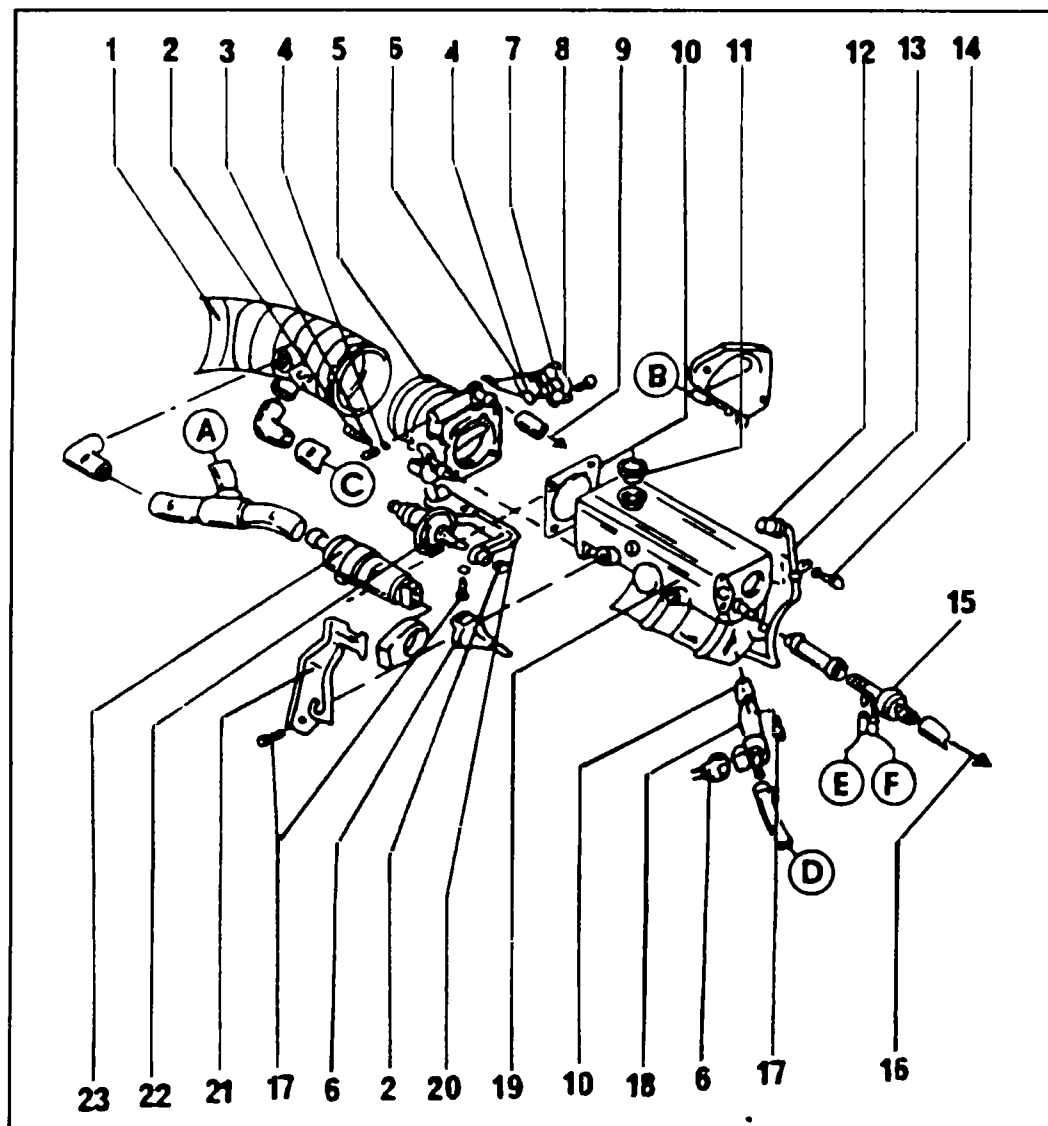
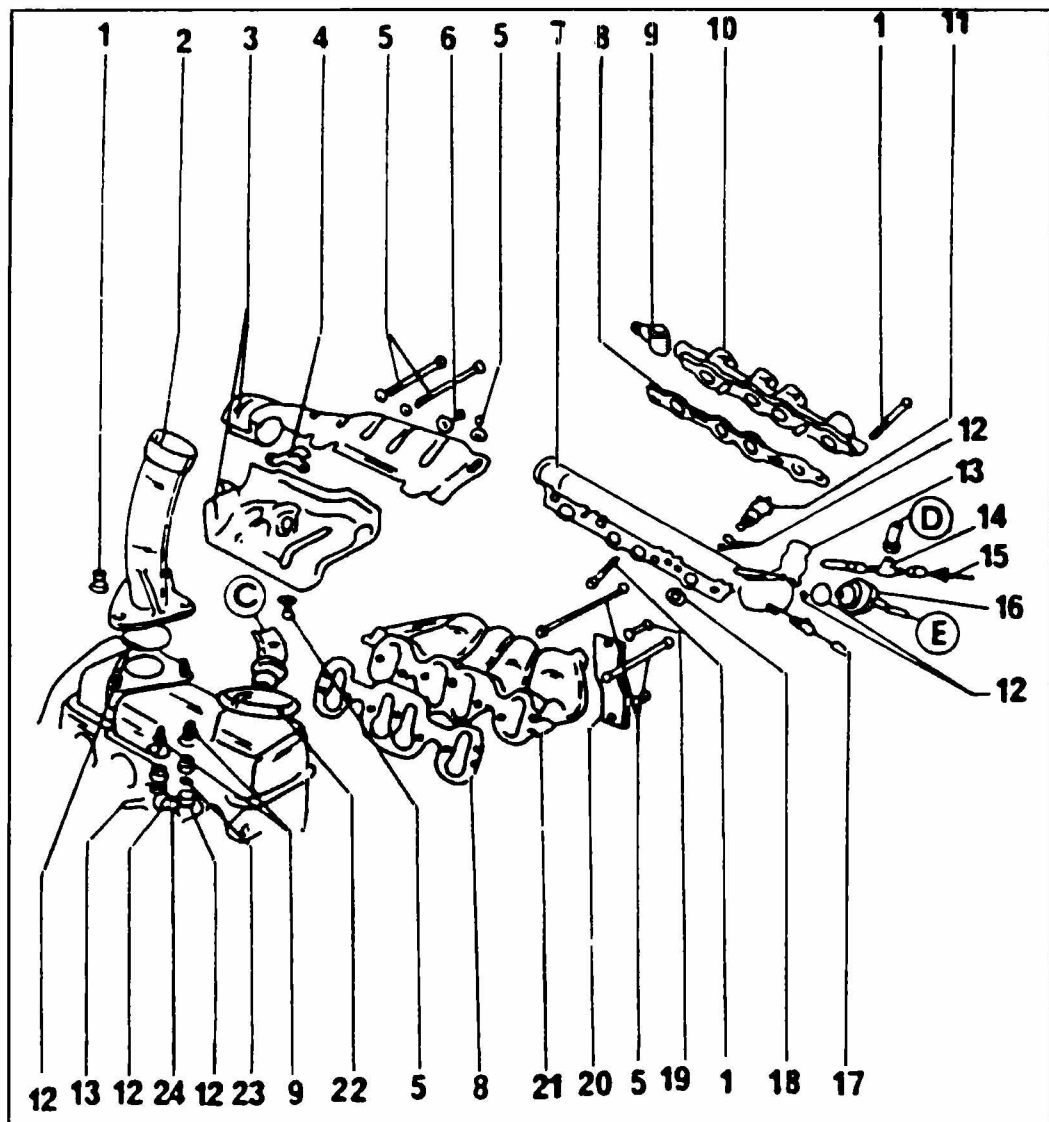
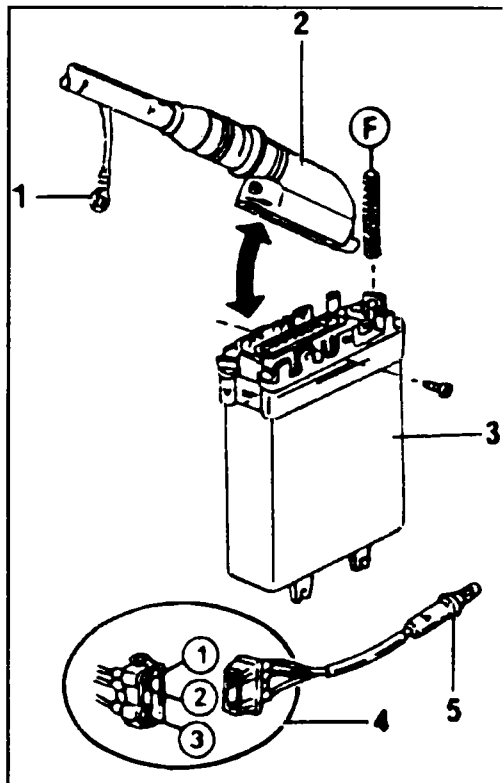
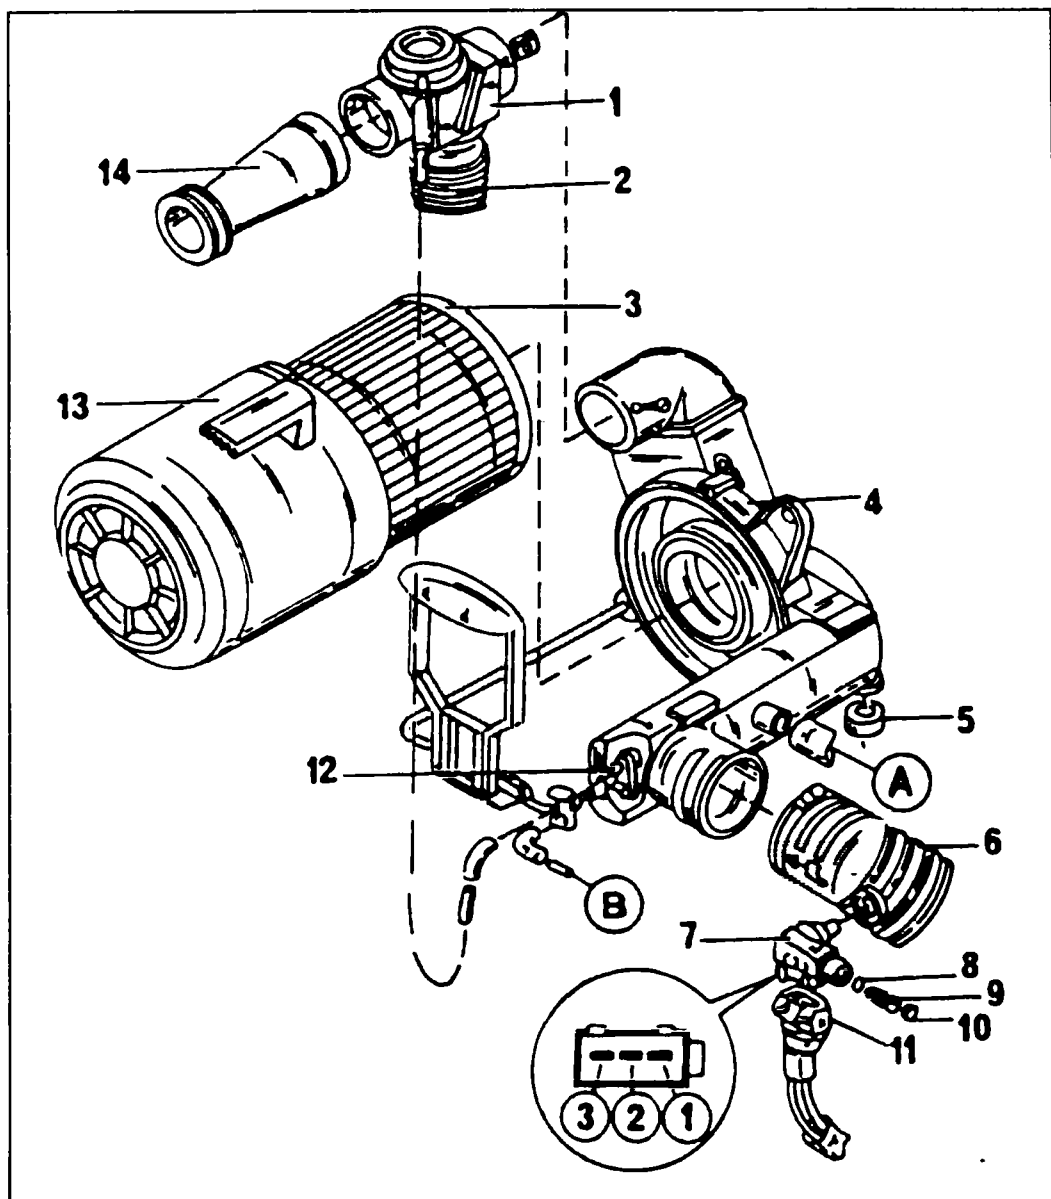

Рис. 4.58 Расположение узлов системы впрыска
Рис. 4.59 Узлы системы впрыска
Рис. 4.60 Электронный модуль системы впрыска «Digifant»
Рис. 4.61 Устройство воздушного фильтра
- ◆ Снимите электрический провод с разъема на торце клапана и подсоедините амперметр как показано на рис. 4.58.
Разъем (А) (рис. 4.58) соединен с разъемом (А) (рис. 4.61).
Разъем (В) (рис. 4.58) соединен с разъемом (В) (рис. 4.61).
Разъемы (С), (D) и (Е) (рис. 4.58) соединены с соответствующими разъемами на рис. 4.59.
Разъем (F) (рис. 4.58) соединен с разъемом (F) (рис. 4.60).
Правильно подсоедините впускной воздуховод (1) (рис. 4.58).
Уплотнительное кольцо (11, рис. 4.58) необходимо заменять при каждой разборке.
Буквы показывают соединения с другими схемами системы впрыска (см. рис. 4.59, 4.60)
Топливопроводы и разъемы, обозначенные буквами подсоединены к соответствующим элементам на рис. 4.58, 4.60
Топливный коллектор (7, рис. 4.59) можно снять только вместе с форсунками.
Провод (F) соединен с разъемом (F) на рис. 4.58
На рис. 4.60 показан электронный микропроцессорный модуль. Разъем (2) можно отсоединять только при выключенном зажигании. При этом надо отодвинуть стопорную пружину и вынуть разъем в направлении, указанном на рис. 4.60. Микропроцессорный модуль управляет впрыском топлива, опережением зажигания, стабилизацией частоты ХХ, а также регулировкой качества смеси при помощи лямбда-зонда. Модуль установлен в моторном отсеке с левой стороны. Напряжение питания лямбда-зонда можно измерить между клеммами (1) (красно-черный провод) и разъемом (2) (коричневый провод) гнезда зонда (5).
Перед установкой резьбу зонда необходимо покрыть средством «G5». Это средство не должно попасть в отверстие корпуса зонда. На рис. 4.61 показана система очистки воздуха, поступающего в систему впрыска.
Впускной воздуховод (1) (рис. 4.58) имеет воздушный клапан (2) (см. рис. 4.61), управляющий температурой, соединен с опорной планкой выпускного коллектора (см. рис. 4.59).
Во время подсоединения впускного патрубка (6) (рис. 4.61) обратите внимание на герметичность его уплотнения.